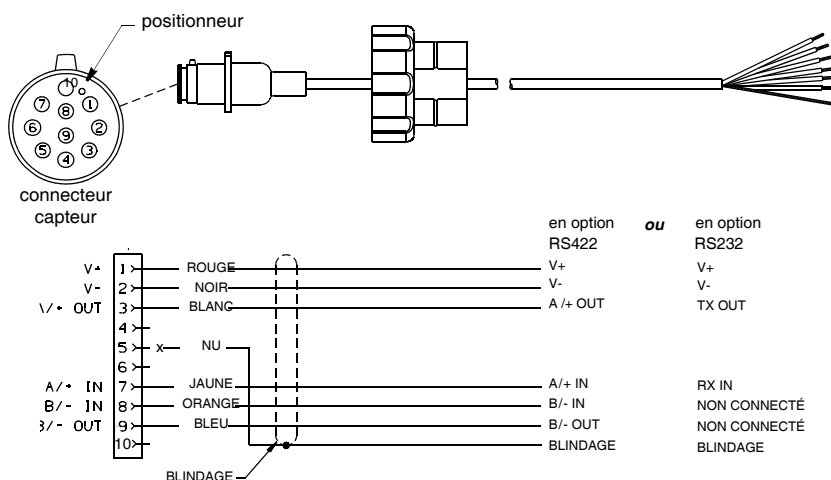

Figure 4. Antenne NMEA0183
Il faut câbler intégralement l'extrémité du câble côté afficheur si elle n'est pas équipée d'un connecteur d'origine. Connectez les fils selon les couleurs indiquées en figure 4 en vous référant au manuel fourni avec votre afficheur.
ATTENTION : L'antenne est pourvue d'une connexion RS-422 ou RS-232. Respectez la connexion illustrée en figure 4 qui correspond à votre antenne. Un câble connecté selon une norme inappropriée ne peut recevoir ni émettre les données correctement.
2. Dénudez l'isolant extérieur sur une longueur de 60 mm (2-1/2") et repliez la longueur dénudée de tresse de blindage (figure 4).